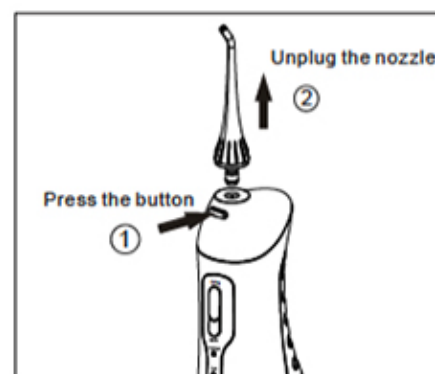

Fig. 7
12. Appuyer (1) sur le bouton de libération de la buse ET (2) l'enlever pour qu'une autre personne puisse utiliser sa propre buse. (Fig.7)